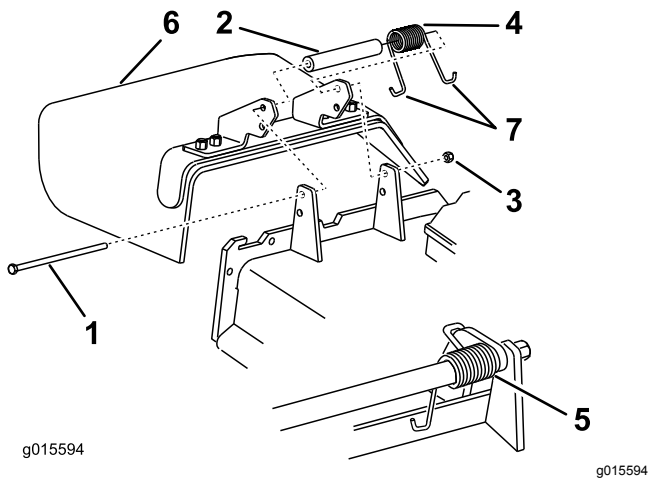

Figure 111
1. Retirez le contre-écrou, le boulon, le ressort et l'entretoise qui fixent le déflecteur aux supports de pivot (Figure 111).
2. Déposez le déflecteur d'herbe s'il est endommagé ou usé (Figure 111).
Remarque: Prenez soin de placer une extrémité en J du ressort derrière le bord du plateau avant de mettre le boulon en place, comme montré à la Figure 111.
- Accrochez 1 extrémité en J du ressort au déflecteur d'herbe (Figure 111).